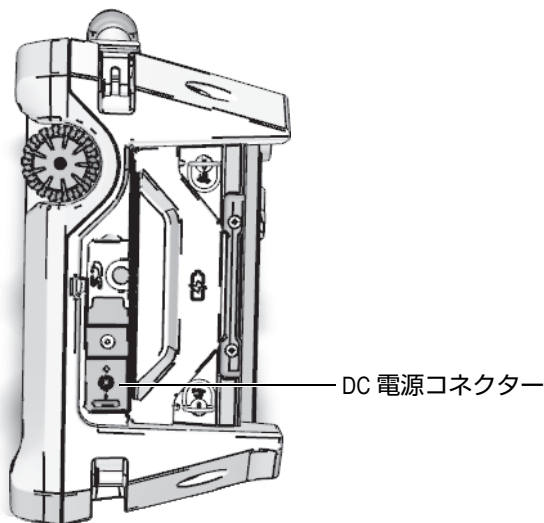

図 2-3 OmniScan MX2 の DC 電源コネクタ
2. OmniScan MX2 の本体の右側に位置する DC 電源コネクタのゴム製のカバーを取り外します（42 ページの図 2-3）。
3. AC チャージャーアダプターを OmniScan MX2 の DC 電源コネクタ（42 ページの図 2-3）に差し込みます。